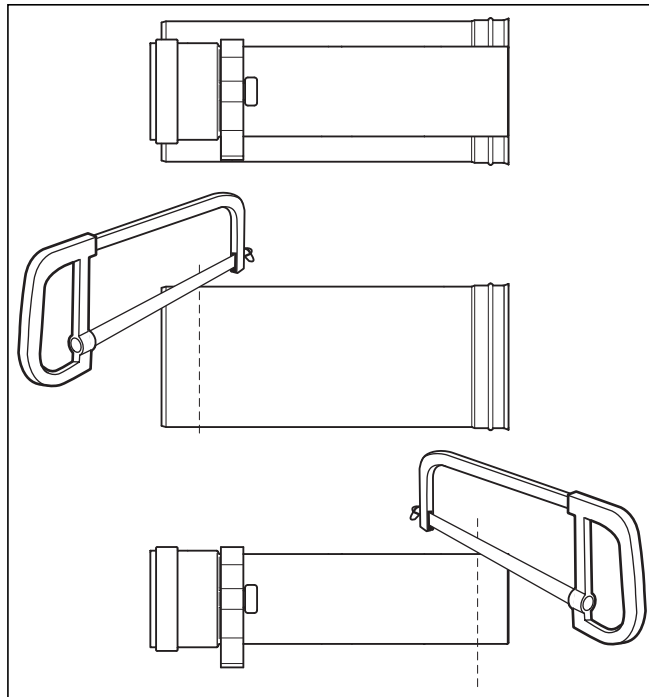

Abb. 4.76 Kürzen der Verlängerung
Kürzen Sie Abgasrohr und Außenrohr an der Muffen abgewandten Seite (→ **Abb. 4.76**). Der Abstandshalter muss an dem Abgasrohr arretiert bleiben.
- Schieben Sie das Abgasrohr wieder in das Außenrohr, wie in Abb. 4.76 dargestellt.